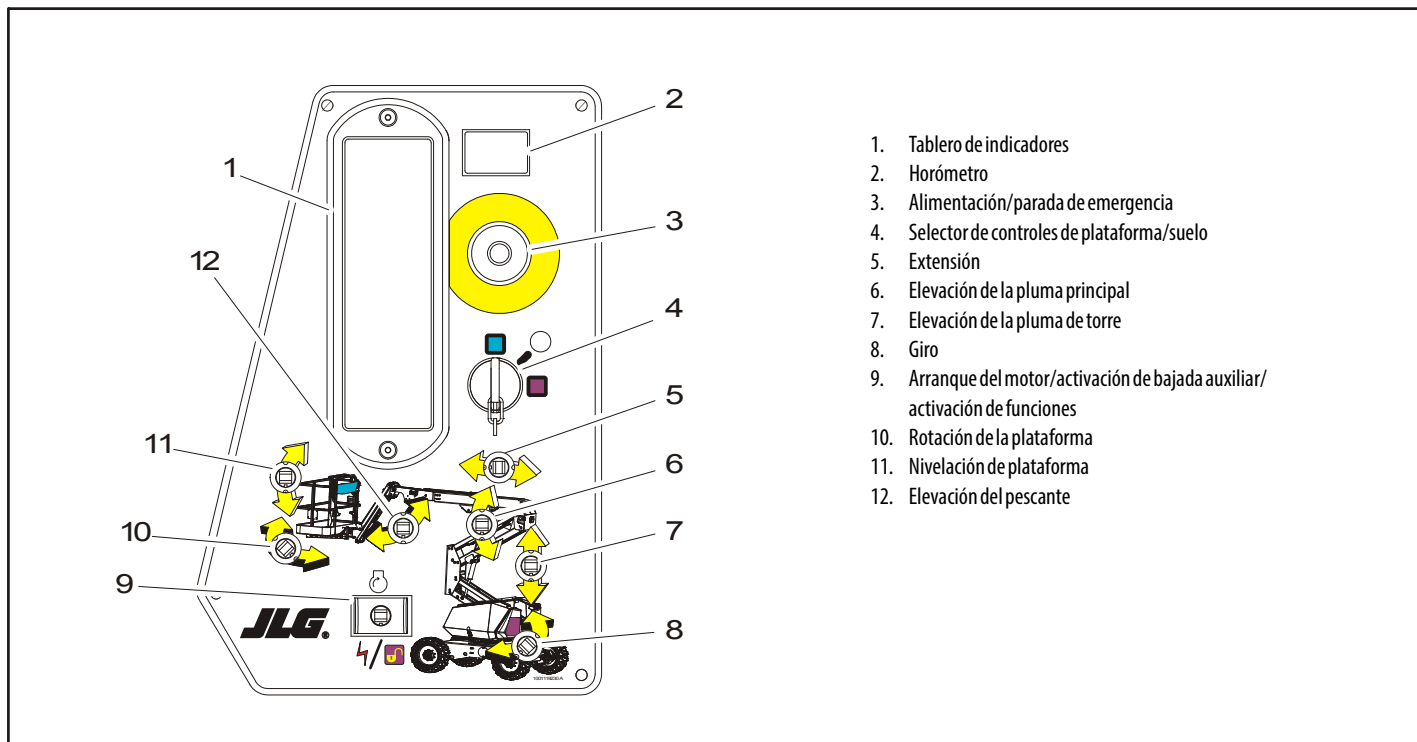
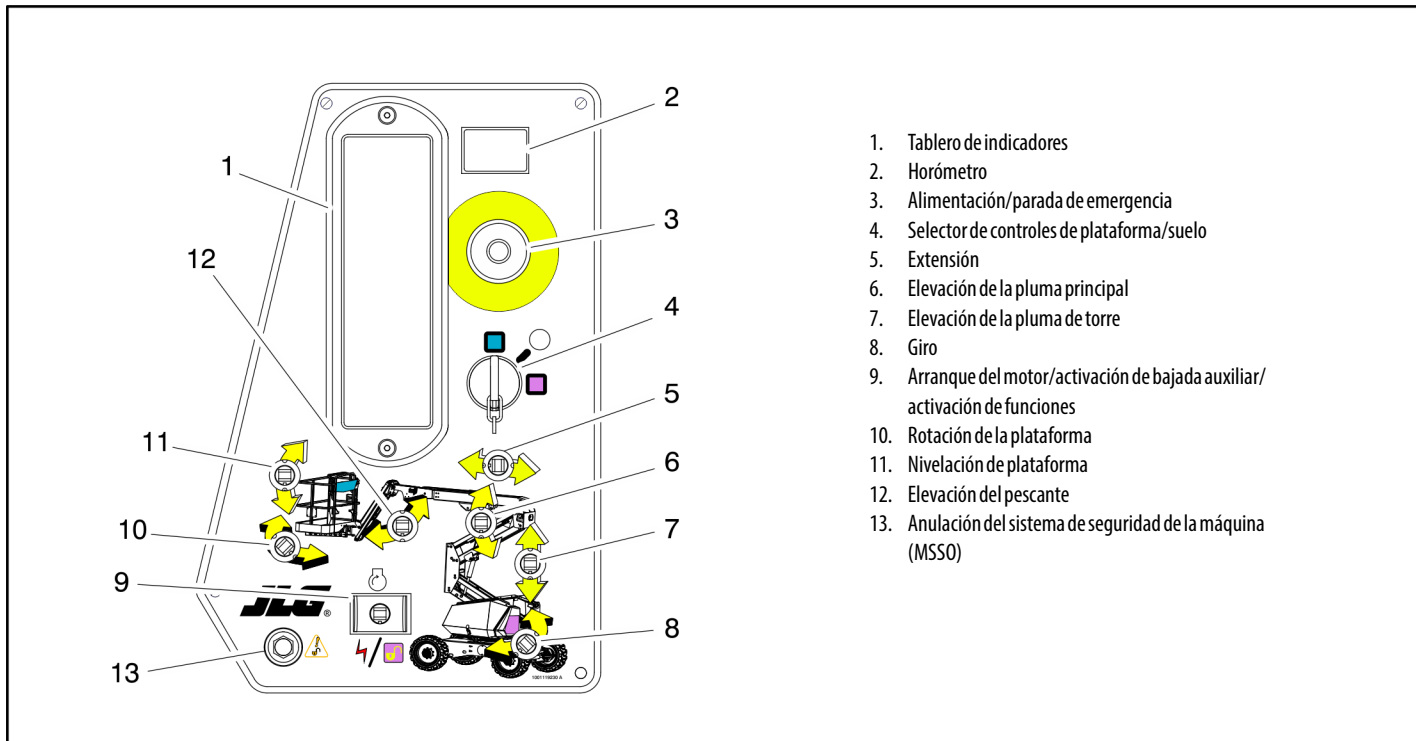

Figura 3-1. Puesto de controles de suelo
Figura 3-2. Puesto de controles de suelo con anulación del sistema de seguridad de la máquina (MSSO) (CE solo)
*Ver la Figura 3-1., Puesto de controles de suelo y la Figura 3-2., Puesto de controles de suelo con anulación del sistema de seguridad de la máquina (MSSO) (CE solo)*